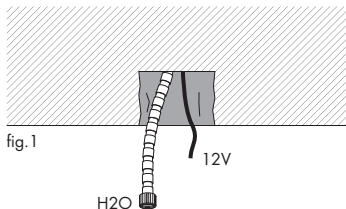

fig.1
- 1. IT** creare un foro nel soffitto Ø60mm e profondo 100mm (fig.1) nel caso si utilizzi l'innesto rapido standard e 150mm (fig.2) nel caso si utilizzi l'innesto rapido con valvola di sicurezza (**accessorio F9.128.91**). far uscire da esso il cavo di alimentazione 12V e il tubo (**rigorosamente flessibile**) dell'acqua.
- GB** Make a hole in the ceiling with a diameter of 60mm and 100mm (fig.1) deep if the standard quick coupling is used, and 150mm (fig.2) deep if the quick coupling with safety valve (**accessory F9.128.91**) is used. Have the 12V power cables and the water hose (**strictly flexible**) come out of it.
- DE** In die Decke ein Loch mit 60 mm Durchmesser und 100mm (Abb. 1) Tiefe bohren, wenn man die Standard-Schnellkupplung benutzt, 150mm (Abb. 2) tief, wenn man die Schnellkupplung mit Sicherheitsventil (**Zubehör F9.128.91**) verwendet und aus diesem das 12V-Stromkabel und den Wasserschlauch (**muss unbedingt flexibel sein**) austreten lassen.
- FR** pratiquer un trou dans le plafond Ø 60 mm et d'une profondeur de 100mm (fig.1) si l'on utilise l'attache rapide standard et de 150mm (fig.2) si l'on utilise l'attache rapide avec clapet de sûreté (**accessoire F9.128.91**). faire sortir le câble d'alimentation 12V et le tuyau (**flexible**) de l'eau.
- ES** Realizar un orificio en el techo con diámetro 60mm y profundo 100mm (fig.1) si se utiliza la conexión rápida estándar, y profundo 150mm (fig.1) si se utiliza la conexión rápida con válvula de seguridad (**accessorio F9.128.91**). Hacer salir del orificio el cable de alimentación 12V y el tubo (**rigorosamente flexible**) del agua.